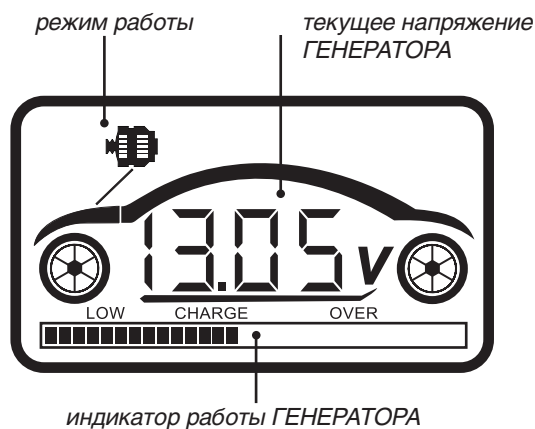

РИС. 4
1. Подключите компрессор к сети 12V и нажмите два раза на кнопку ТЕСТ «1», на ЖК-дисплее загорится символ  и отобразится текущее напряжение аккумуляторной батареи (Рис.4).